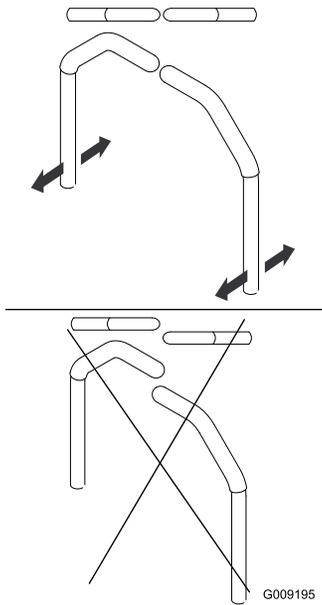

Bild 58
4. Fluchten Sie die Hebel in Längsrichtung aus. Bringen Sie die Hebel zuerst in der NEUTRAL-Stellung zusammen und schieben Sie die Hebel dann so lange, bis sie ausgefluchtet sind. Ziehen Sie dann die Schrauben an (**Bild 58**).